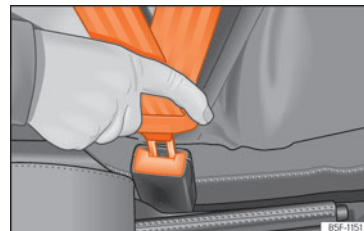

Fig. 9 Sådan sættes sikkerhedsselens låsetag ind i selelåsen.
- Stik låsetappen hårdt ind i den selelås, der hører til den pågældende siddeplads » » Fig. 9.